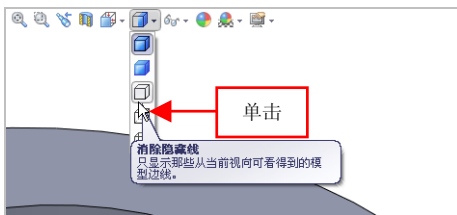

图 1-37 单击【消除隐藏线】按钮
(2) 单击前导视图工具栏中的【显示样式】按钮，弹出列表框，单击【消除隐藏线】按钮，如图 1-37 所示。